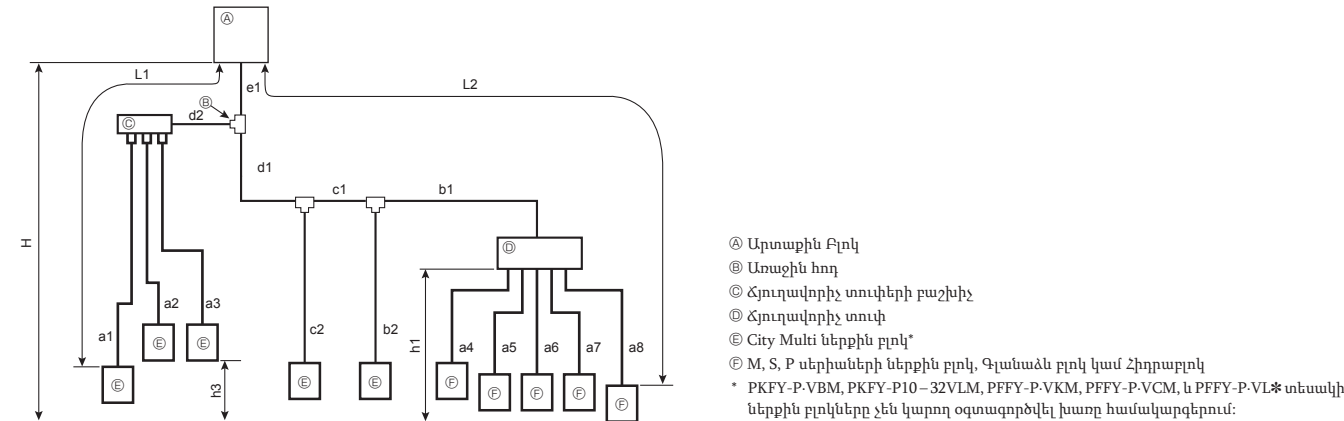

Fig. 4-3 (a)
4.2.3. Համակցված համակարգ (City Multi ներքին բլոկներ և M, S, P սերիաների ներքին բլոկներ ճյուղավորիչ տուփով միացվող) (Fig. 4-3)